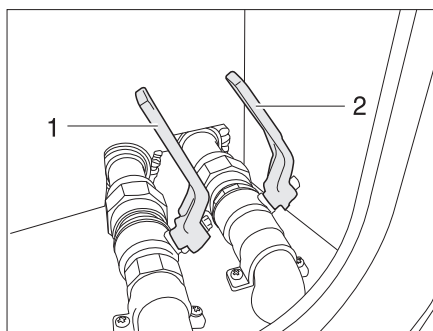

Fig. 214 Robinet d'évacuation des eaux usées
Le robinet d'évacuation des eaux usées (Fig. 214,2) est monté dans le double plancher. Le robinet d'évacuation des eaux usées est désigné par l'inscription "Abwasser" (eaux usées).
- Ouvrir le robinet d'évacuation des eaux usées (Fig. 214,2). Les eaux usées s'écoulent.